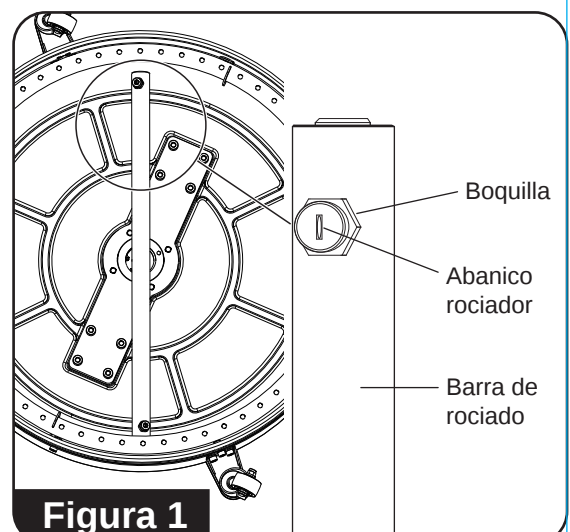

Figura 1
2. Las boquillas se deben atornillar en la barra de rociado. El ventilador rociador debe estar paralelo a la barra de rociado. **(Consulte la figura 1)**